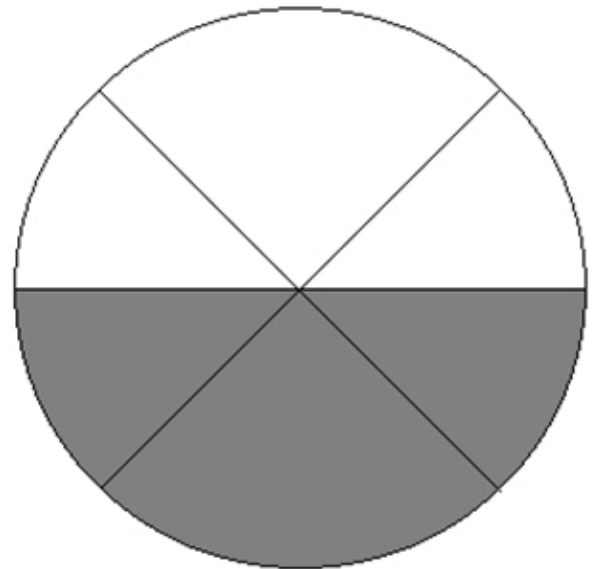

Fig.2
El refractómetro se basa en este principio para determinar los índices de refracción. Los rayos luminosos con distintos ángulos actúan en la superficie del refractómetro con ángulos de refracción siempre superiores a  $90^\circ$ . Con un telescopio se observa el rayo emergente y en el campo visible del telescopio se puede observar una imagen clara y oscura, dividida por una línea de limitación bien definida, como ilustra la fig. 2. La línea de demarcación del campo claro y oscuro es la posición del ángulo crítico.
Mientras tanto, el espejo orientable (3) gira alrededor del centro de la escala graduada y en la pantalla (6) se reflejan los valores de los índices de refracción de las distintas posiciones con la ayuda del espejo (10), del objetivo de lectura (9) y del prisma montado en paralelo (8) (ver la parte inferior de la fig. 2).